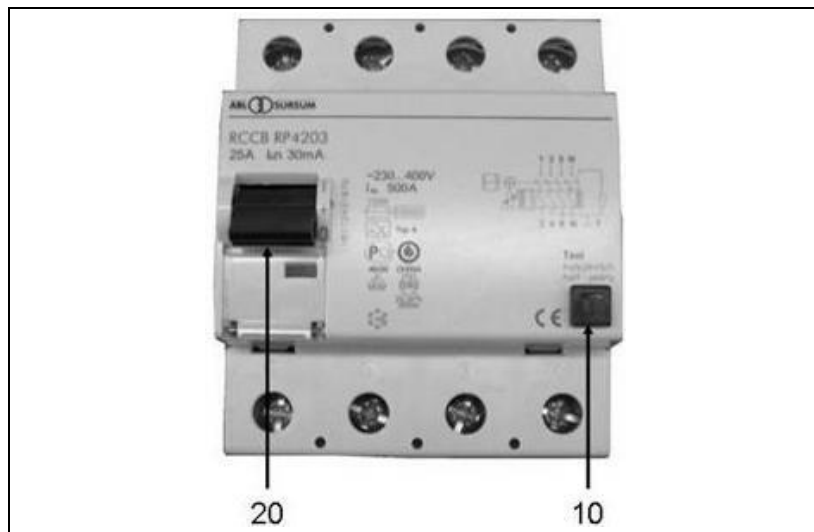

Fig. 5-1: Disjoncteur différentiel
2. De plus, l'utilisateur doit, chaque jour d'utilisation, en appuyant sur le bouton de test (voir Fig. 5-1-(10)) du disjoncteur différentiel à courant de fuite (DDR), contrôler le fonctionnement mécanique du déclenchement.
2. Mettez le disjoncteur (voir Fig. 5-1-(20)) en Pos. 1.
3. Actionnez le bouton de test (voir Fig. 5-1-(10)).
- ✓ La position du disjoncteur (voir Fig. 5-1-(20)) indique le résultat :